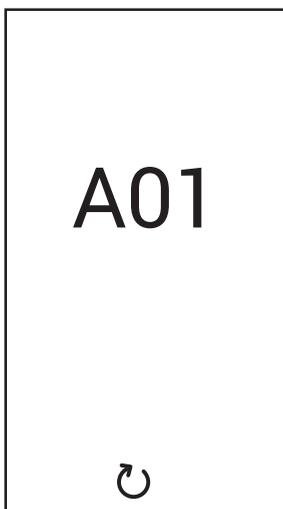

fig. 5
**Anomalia tipo A (fig. 5):** Per sbloccare la caldaia in presenza di questo tipo di anomalia è necessario premere il tasto  fino alla comparsa della scritta "Confirm?". Successivamente confermare con il tasto .